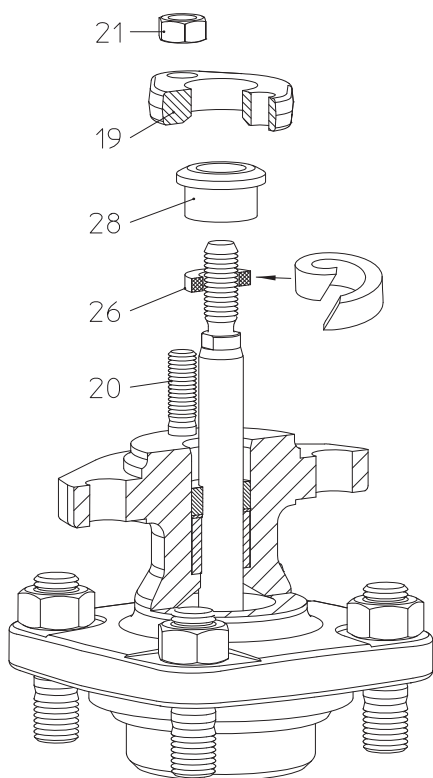
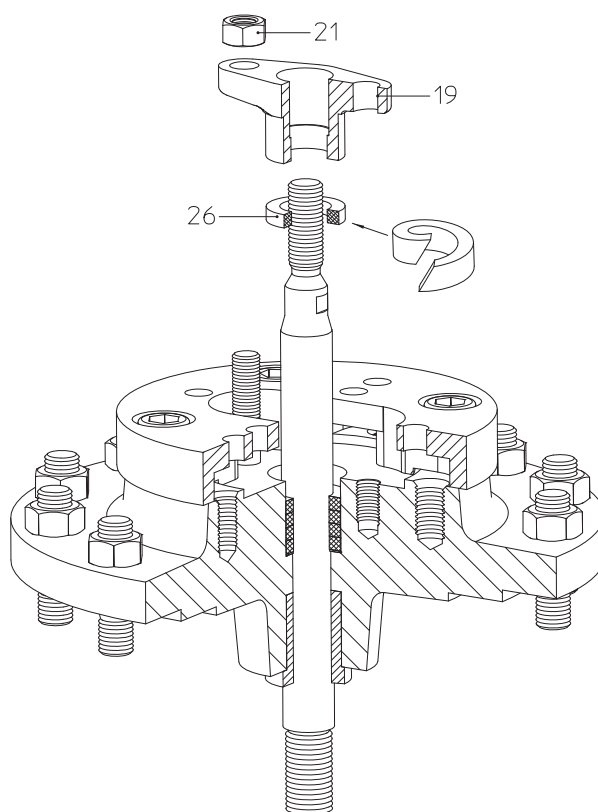

Fig. 11: Tenuta a premistoppa
Fig. 12: Tenuta a premistoppa
- Inserire un nuovo anello di tenuta (pos. 26), montaggio in conformità con la Fig. 11 - Fig. 12.